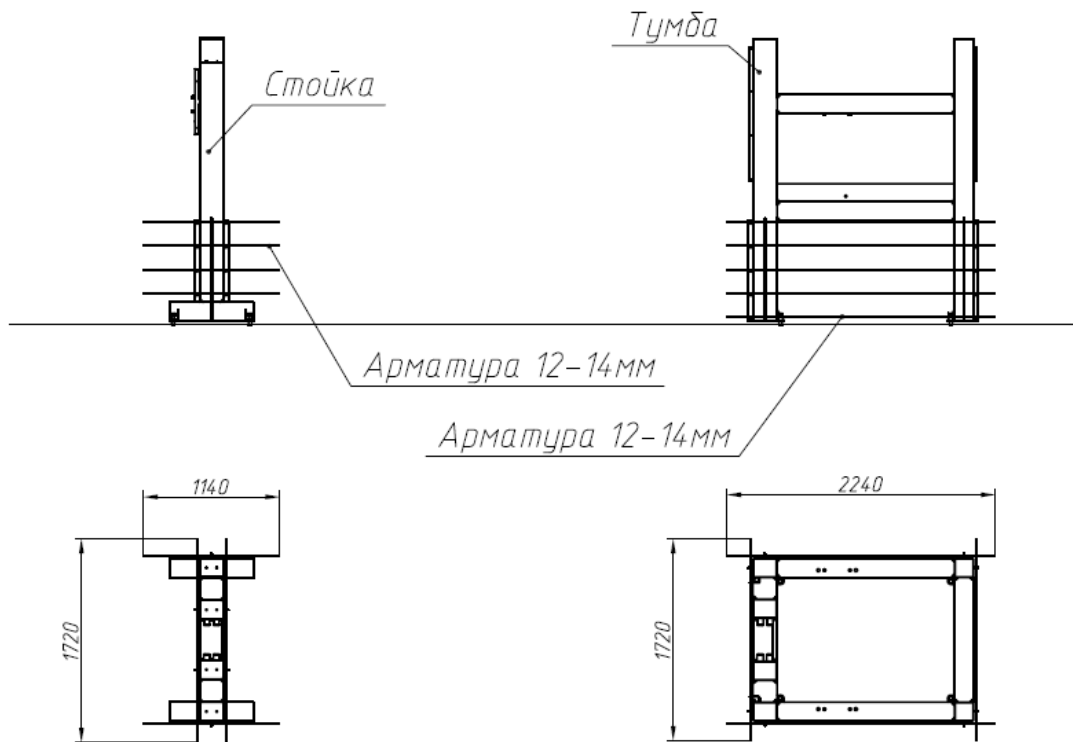

Рисунок 3
1.1.4 Установить арматурные прутки $\varnothing 12-14$ мм в отверстия на стойке и тумбе (рис. 3). Использовать арматуру периодического профиля Класса не ниже А-III. Выполнить армирование свободного пространства фундамента с основой на получившийся каркас. Требования к армированию согласно СНиП 52-01-2003. Шаг арматуры не более 400мм. Расстояние от арматурных стержней до края бетонирования должно быть в пределах 14-100мм. Количество необходимой арматуры приведено в таблице 2: